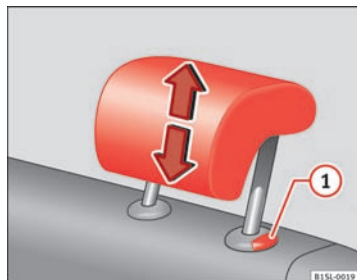

Fig. 31 Indstilling af hovedstøtte bagside
- Skub hovedstøtten opad i pilens retning eller nedad, mens du trykker på knappen ⇒ Fig. 31 ① ⇒ ⚠.